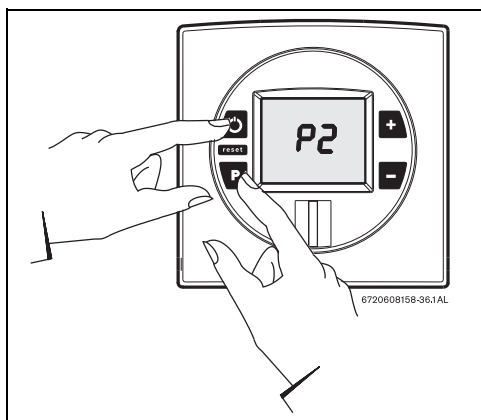

Fig. 43
- Mantener pulsada la tecla de programación y pulsar el interruptor principal ON/OFF para conectar el aparato (consultar la Fig. 43).